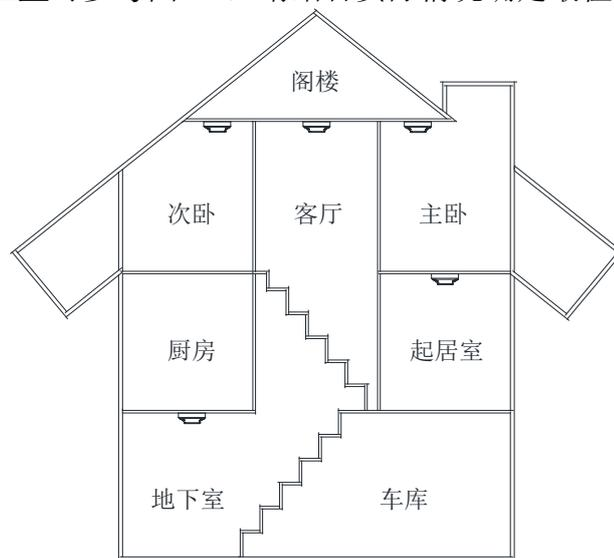

图 3 感烟探测器安装位置示意图
① 安装于房顶时: 感烟探测器的边缘应距任何一面墙壁不小于 0.5m。
② 安装于倾斜或人形屋顶时: 感烟探测器应与屋顶保持一定的距离。当坡度小于 30 度时, 距离 0.2m 为宜, 大于 30 度则以 0.3m~0.5m 为宜。
③ 对燃烧产生的烟雾来说, 楼梯的作用与烟囱类似, 因此楼梯应安装感烟探测器。
④ 空气流通的两个区域应分别安装感烟探测器, 如客厅与卧室两个区域, 每个区域应至少安装一个感烟探测器。
⑤ 感烟探测器安装的位置可参考图 3, 请结合实际情况确定最佳的安装位置。